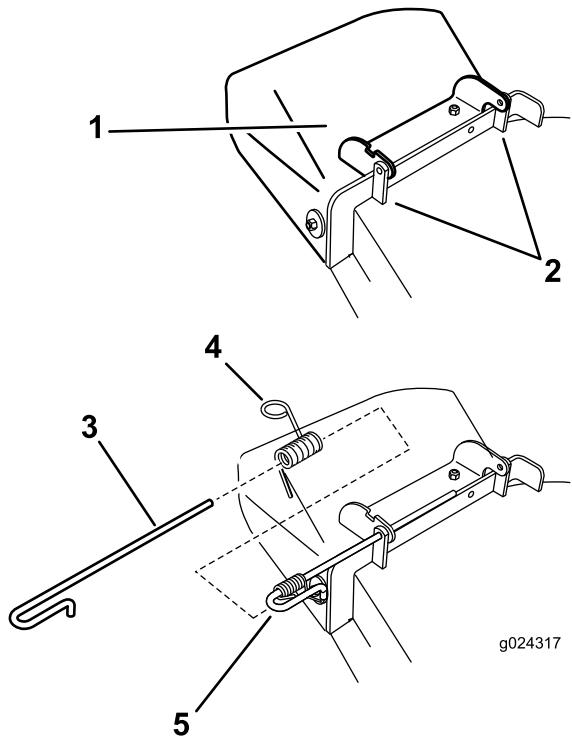

Figura 70
1. Desenganche el muelle de la muesca del soporte del deflector, y retire la varilla de los soportes soldados de carcasa, el muelle y el deflector de descarga (Figura 70).
3. Coloque el nuevo conjunto del deflector de descarga con los extremos de los soportes entre los soportes soldados de la carcasa, según se muestra en la Figura 70.
4. Instale el muelle en el extremo recto de la varilla. Coloque el muelle en la varilla según se muestra en Figura 70, de manera que el extremo corto del muelle suba desde debajo de la varilla antes de la curva y pase por encima de la varilla después de la curva.